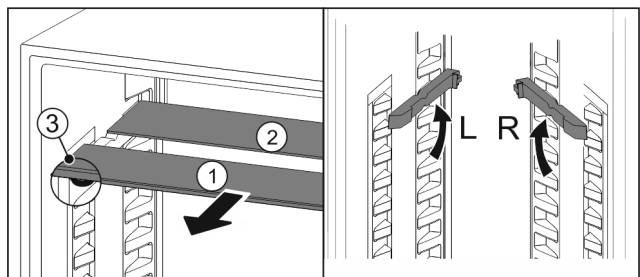

Fig. 69
- ▶ По одной извлеките Fig. 69 (1) стеклянные панели движением вперед.
- ▷ Стеклянная панель Fig. 69 (1) с декоративной планкой лежит спереди.
- ▷ Стопоры Fig. 69 (3) показывают вниз.